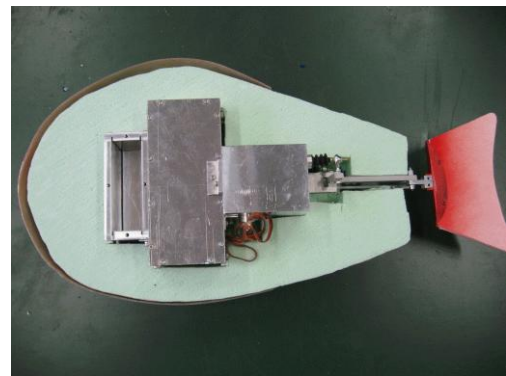

図 3 防水ユニットと浮力材
(2) 浸水防止策は、図3に示すように、RCサーボの入る推進ユニット、電子回路の入る通信制御ユニット、電池の入る電源ユニットの3つのユニット毎に浸水防止対策を行う方法を採用しました。これにより、(a)ユニットの組み合わせ方や変更が柔軟で、機体デザイン上の制約が少なくなり、特に機体は流線形であっても、個々のユニットは直方体でかまわないので、製作しやすくなりました。(b)万一浸水した場合の被害が機体全体に及びにくくなりました。